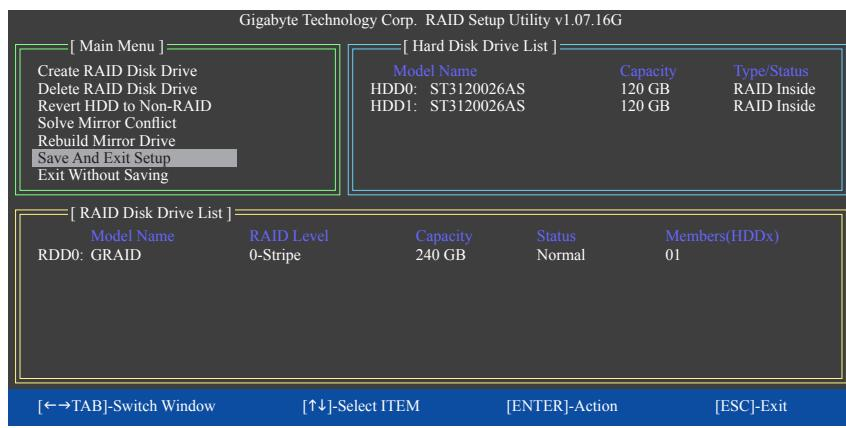

Figure 10
- 7. Sauvegarder et quitter la configuration :** Une fois que la matrice RAID a été configurée, sélectionnez **Save And Exit Setup** dans l'écran principal pour sauvegarder vos réglages avant de quitter l'utilitaire RAID BIOS, puis appuyez sur <Y> (Figure 10).